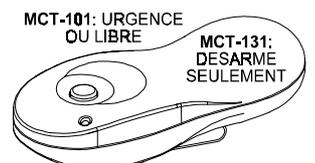

Figure 25 MCT-131/101
E. MCT-131 / MCT-101 (Fig. 25): Télécommande à un bouton. La MCT-131 (CodeSecure) à la même fonction que la MCT-231. La MCT-101 (PowerCode) à la même fonction que la MCT-201.